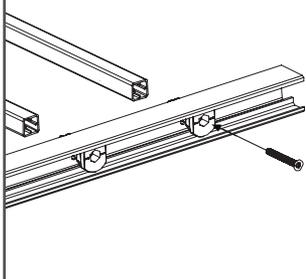

Fig. 25
5. Inserte los postes estándar en el riel inferior, como se muestra en la Fig. 25.